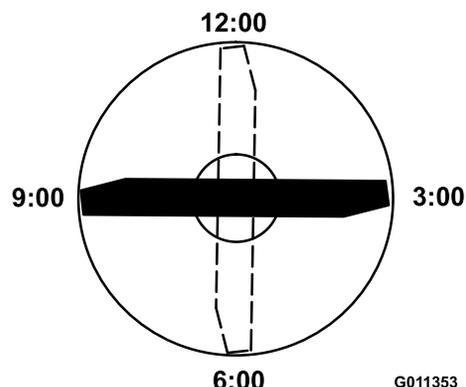

Figura 88
4. Posicione a extremidade de corte da extremidade marcada da lâmina nas 12 horas (a direita na direção do corte) (Figura 88) e meça a altura da mesa à extremidade de corte da lâmina.
5. Rode a extremidade marcada da lâmina para as posições das 3 horas e das 9 horas (Figura 88) e meça as alturas.